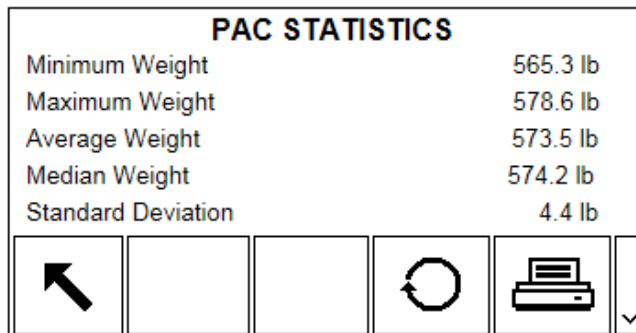

Abbildung D-2: PAC-Statistikansicht
4. Die Pac-Statistik wird wie in Abbildung D-2 angezeigt.
Wenn die Pac-Statistik angezeigt wird (siehe Abbildung D-2) können alle Daten bei der Vorbereitung des nächsten Statistikzeitraums zurückgesetzt werden.